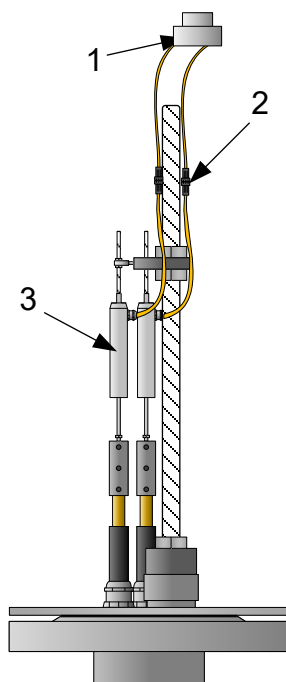

Рисунок 7
4.3.1.1 Подключите трехпозиционный переключатель (поз. 1 рисунок 7) к первичным преобразователям проводится с помощью кабельных коннекторов (поз. 2 рисунок 7).